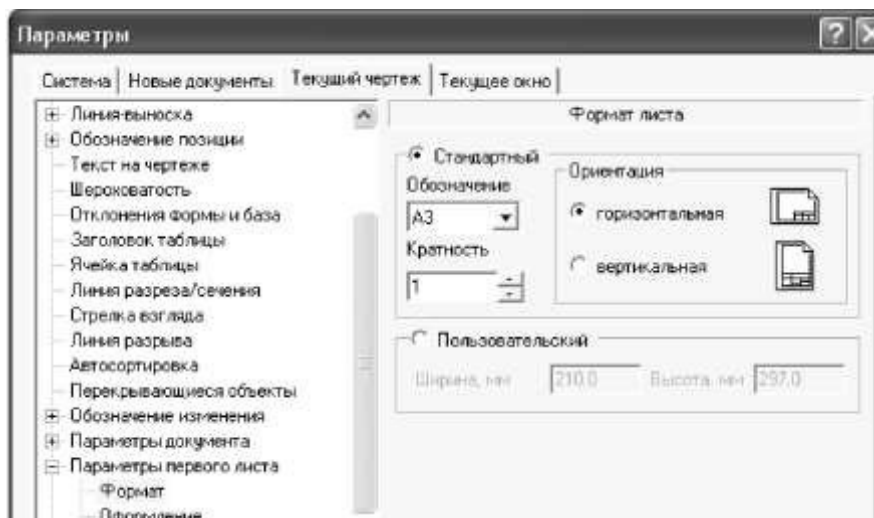
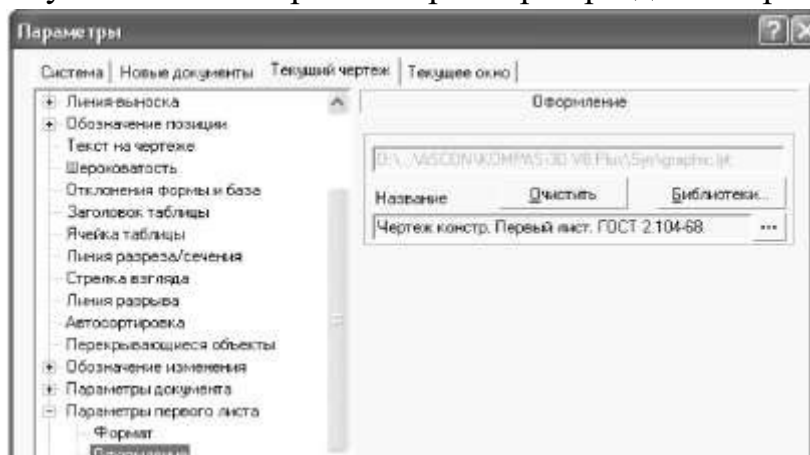

Рисунок 4.2 – Настройка параметров раздела **Формат**
Рисунок 4.3 – Настройка параметров раздела **Оформление**
4. Выберите *формат А3* в *горизонтальном* положении (рисунок 4.2) и основную надпись *Чертеж констр. Первый лист ГОСТ 2.104-68* (рисунок 4.3).